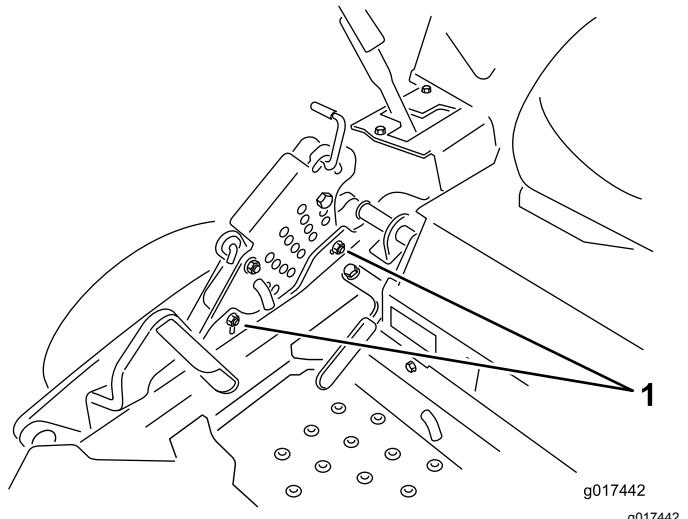

Figura 79
- Per agire sull'impianto di regolazione da un punto unico, allentate i 2 bulloni alla base della piastra dell'altezza di taglio (Figura 79).
- Serrate i 2 bulloni alla base della piastra dell'altezza di taglio (Figura 79).